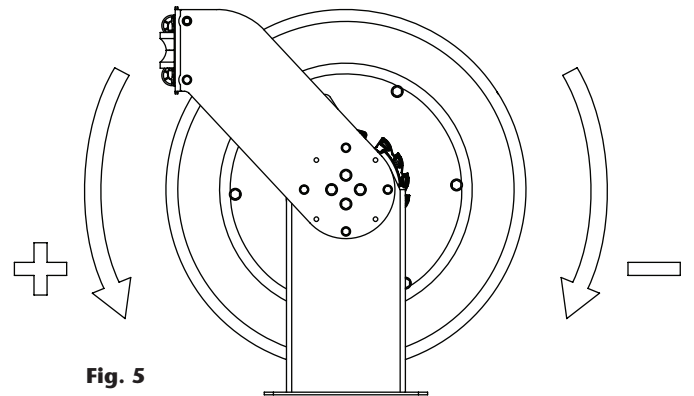

Fig. 5
3. Una vez la manguera esté totalmente recogida (el resorte deberá seguir neutro), aplique la pre-tensión al resorte, girando el tambor el número de vueltas indicado en la tabla dependiendo de la longitud de la manguera (pág. 6), en sentido positivo según (Fig. 5). No se debe aplicar más tensión de la indicada, pues el resorte podría resultar dañado.
6. Aplique la pre-tensión al resorte, girando el tambor el nº de vueltas indicado dependiendo de la longitud de manguera (Fig. 5):